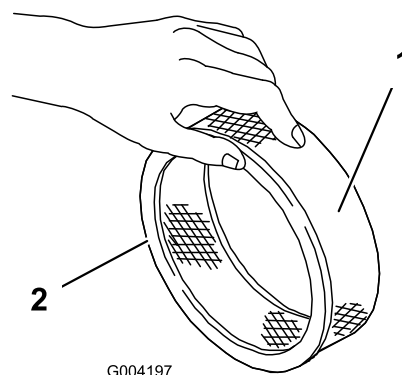

**Figura 156**
3. Ponga de 3 a 6 cl de aceite en el prefiltro (Figura 156).